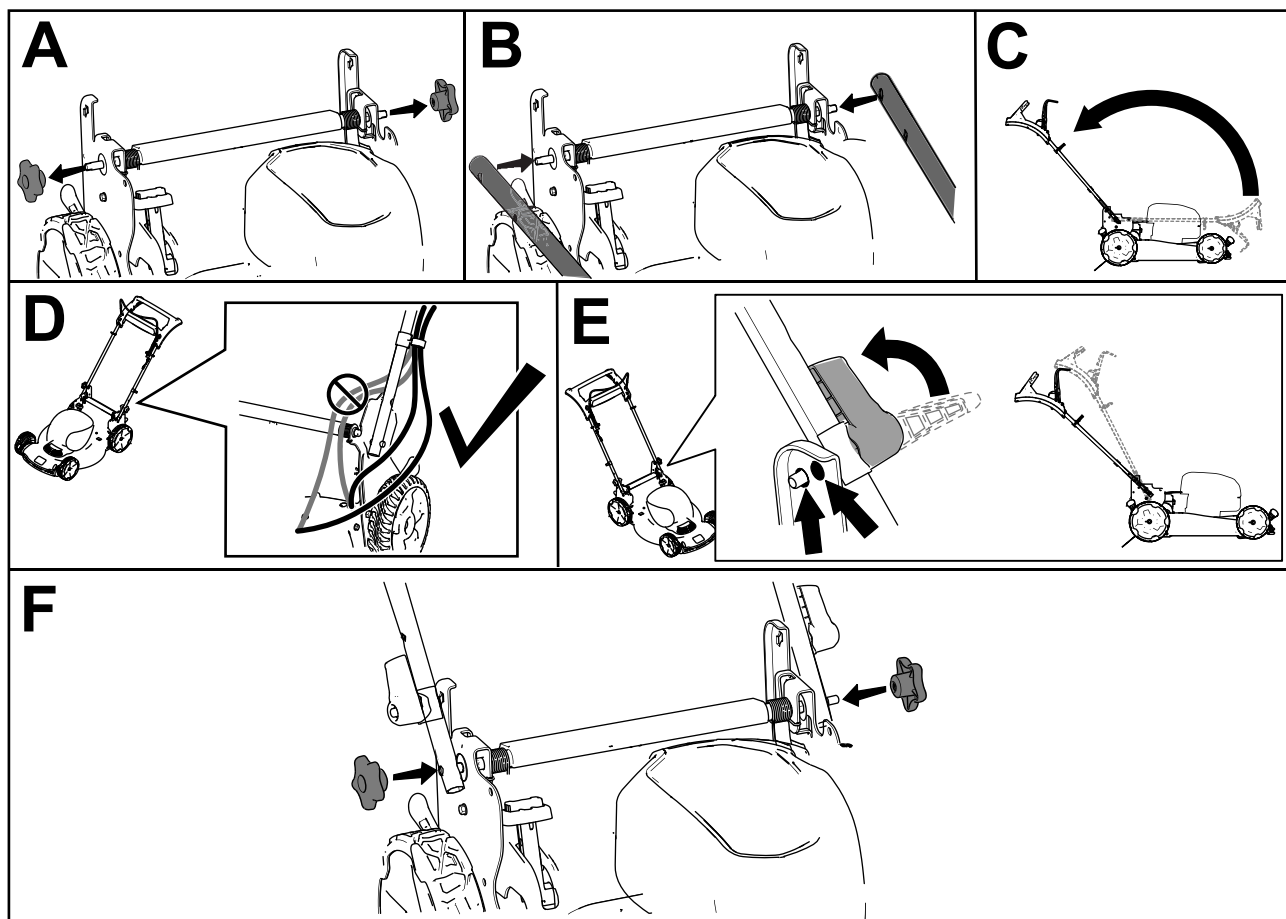

Figura 4
**Nota:** Asegúrese de que los cables quedan por fuera del manillar y que no están aprisionados (Figura 4, D).